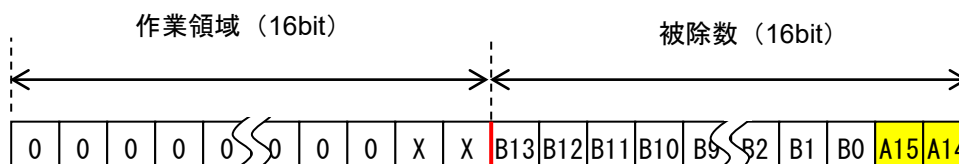

図 3.5 2 回目の実行結果
- ④ 次の桁に②と③を行った結果の作業領域と被除数は図 3.5 に示すようになります。